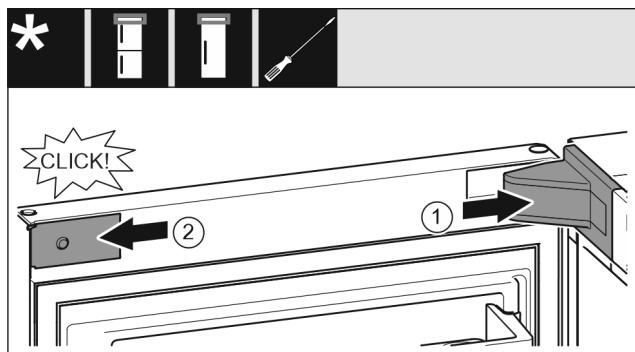

Fig. 20
- Stavite pokrov podloška ležaja i pustite ga da uskoči, po potrebi ga oprezno razdvojite. Fig. 20 (1)
- Postavite masku bočno i pustite da uskoči. Fig. 20 (2)